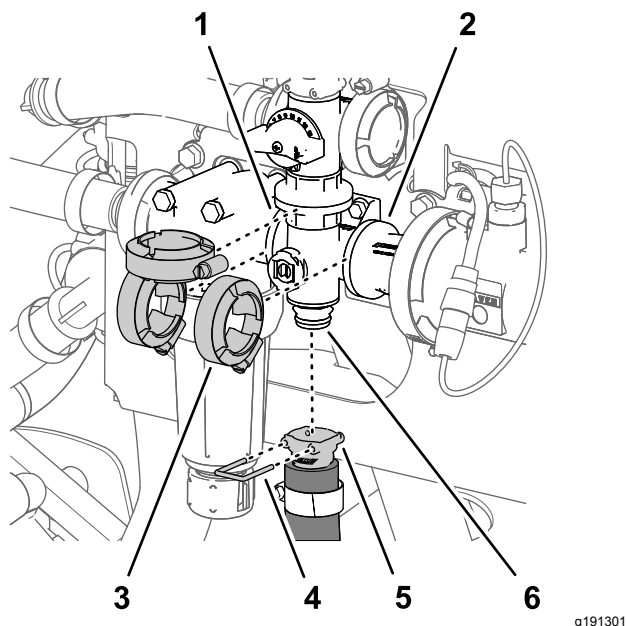

Рисунок 108
1. Снимите штифт быстроразъемного соединения, который крепит быстроразъемный соединитель шланга перемешивания к коллектору клапана перемешивания (Рисунок 108).
2. Снимите 3 фланцевых хомута, которые крепят коллектор клапана перемешивания к фланцам головки фильтра линии нагнетания и переходного соединителя (Рисунок 108).